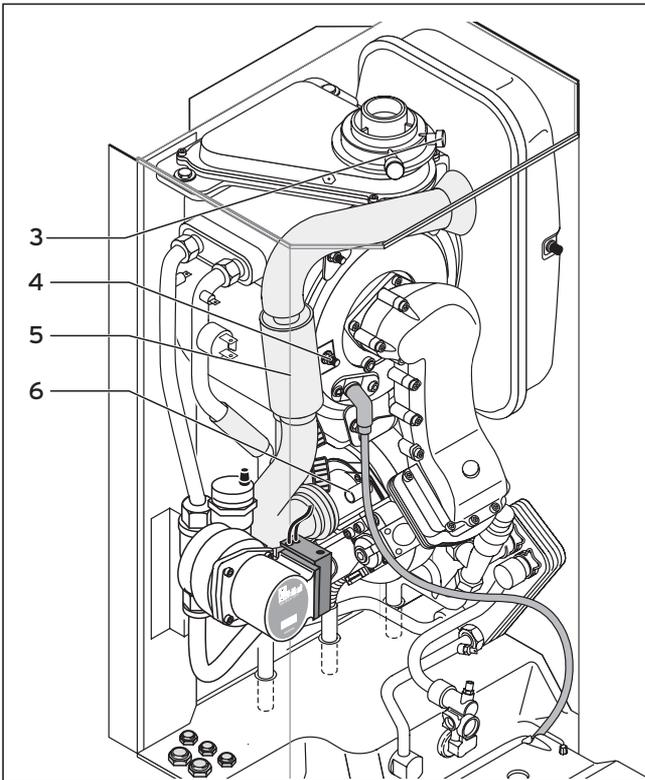

Рис. 5.4 Проведение измерения содержания CO2, подготовка регулировки коэффициента избытка воздуха
- Измерьте содержание CO2 на контрольном штуцере (3) (рис. 5.4). Сравните измеренное значение с соответствующим значением в табл. 5.2.
- Если требуется настройка параметров продуктов сгорания, отпустите винт (4) и поверните трубу всасывания воздуха (5) на 90° вперед (рис. 5.4). Не снимать трубу всасывания воздуха!